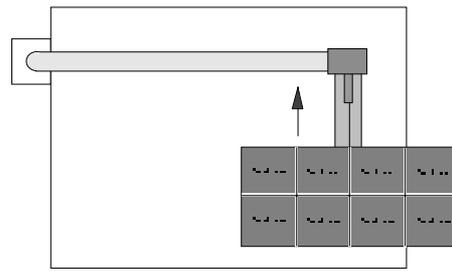

Abb. 5
- Starttisch: Die Nutzenplatine wird auf der Stahlführung über die Diamant-Frässcheibe geschoben und dabei getrennt (s. Seite 7 Abb. 5 und 6).